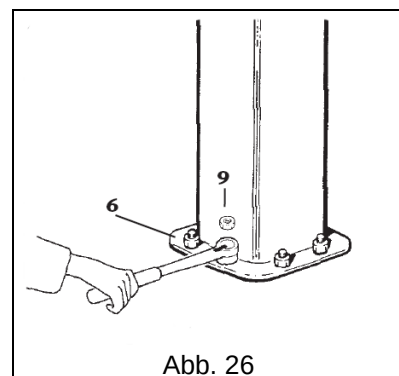

Abb. 26
5. Die Muttern **6** mit einem Drehmomentschlüssel fest anziehen, wobei die Anzugsmomente (siehe Tabelle auf S. 12) entsprechend dem Durchmesser der Ankerschrauben anzuwenden sind, und anschließend mit den entsprechenden Sicherungsmuttern **9** gegen Losdrehen sichern. (Abb. 26).